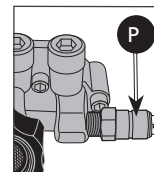

Figure 18
**Soupape de surpression thermique (Figure 18)** : lorsque la température à l'intérieur de la pompe dépasse un certain seuil (température élevée), la soupape s'ouvrira et relâchera un jet d'eau pour essayer d'abaisser la température à l'intérieur de la pompe. La soupape se fermera par la suite.